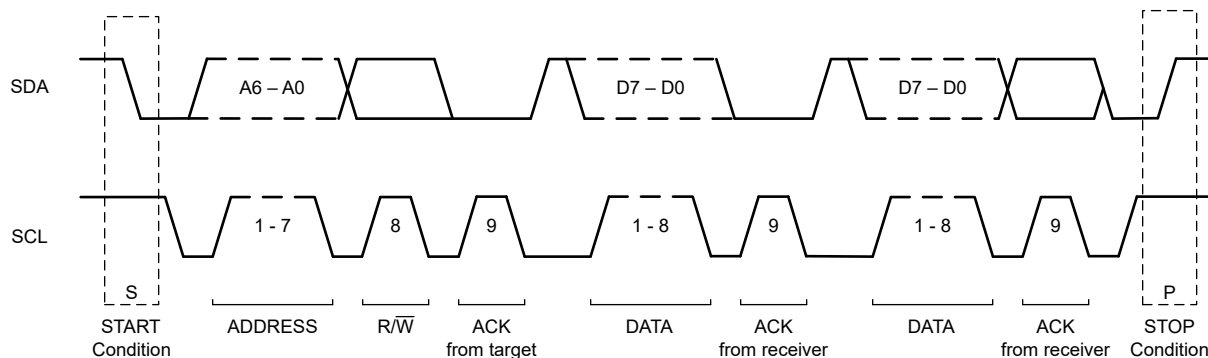

図 7-15. I²C データ転送のフォーマット
図 7-15 は、データ転送の代表的なフォーマットを示したものです。コントローラは、**START (S)** コンディションを生成することで **ADS1x2C14** とのすべてのトランザクションを開始します。**SCL** が **high** の状態で **SDA** ラインが **high** から **low** に遷移すると、**START** コンディションが定義されます。**START** 条件の後、バスはビジー状態とみなされます。